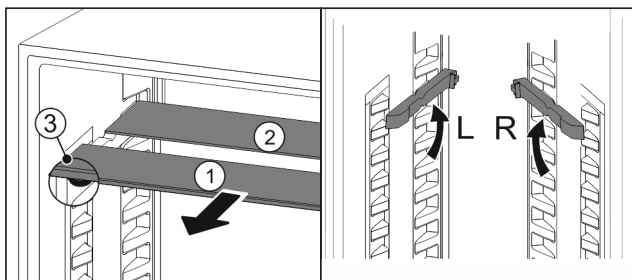

Fig. 107
- Steklene plošče posamično izvlecite Fig. 107 (1) naprej.
- ▷ Steklena plošča Fig. 107 (1) z okrasno letvijo je spredaj.
- ▷ Zaustavljalniki Fig. 107 (3) so obrnjeni navzdol.